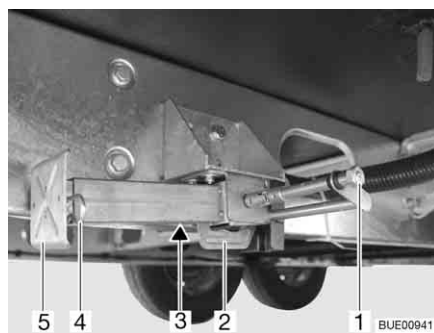

Fig. 34 Vérin stabilisateur
- Placer la clé à pipe sur l'écrou à six pans (Fig. 34, 1) et tourner jusqu'à ce que le vérin stabilisateur soit en position verticale vers le bas.
- Lorsque la longueur des vérins stabilisateurs est réglable, faire sortir la goupille (Fig. 34,4) de la rallonge du pied d'appui (Fig. 34,5).
- Placer la clé à pipe sur l'écrou à six pans (Fig. 34,1) et tourner jusqu'à ce que le vérin stabilisateur se dégage du sol.
- Rentrer complètement la rallonge du pied d'appui (Fig. 34,5) et insérer la goupille (Fig. 34,4) dans le trou prévu à cet effet.
- Tourner l'écrou à six pans (Fig. 34,1) jusqu'à ce que les vérins stabilisateurs soient pivotés vers le haut et que la glissière (Fig. 34,2) soit arrivée complètement à l'extrémité de la fente (Fig. 34,3).